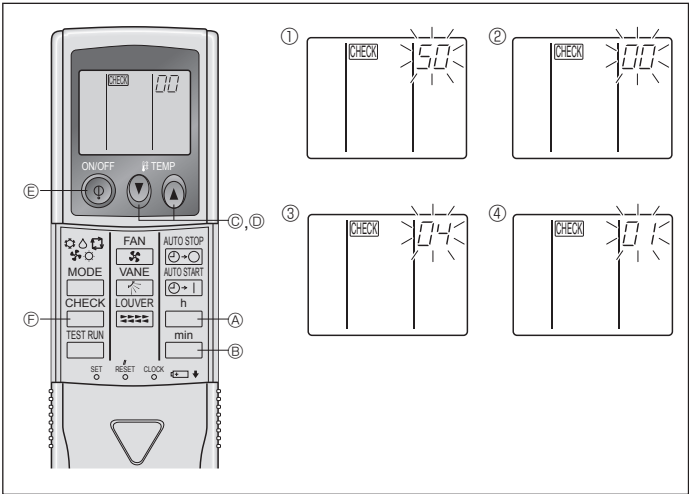

Fig. 6-10
2) Für die drahtlose Fernbedienung (Fig. 6-10)
- ① Gehe zu der Betriebsart Funktionswahl